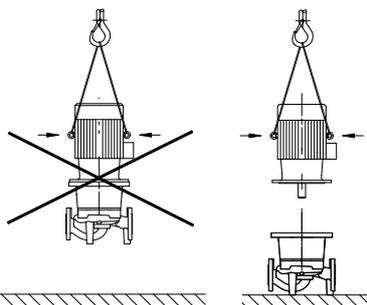

Рис. 16: Упоры мотора
- **Подъемные проушины на моторе использовать только для транспортировки мотора и не использовать для транспортировки всего насоса (рис. 16).**